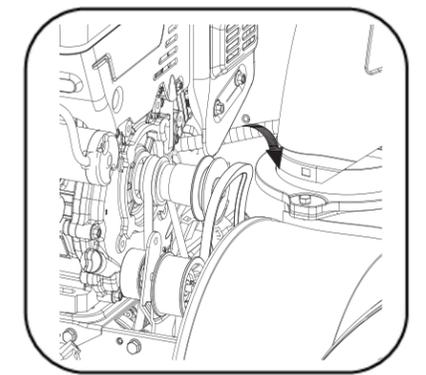

Рисунок 16
3. Снять ремень шнека со шкива двигателя(см. Рисунок 16).